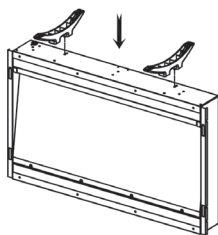

Figura 8
- Inserte los dos pies de plástico en los agujeros correctos de la parte inferior de la carcasa de la chimenea (véase la figura 8).